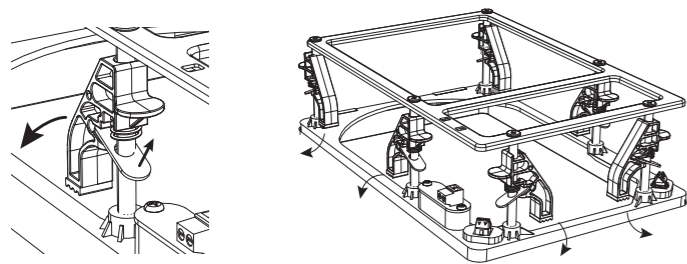
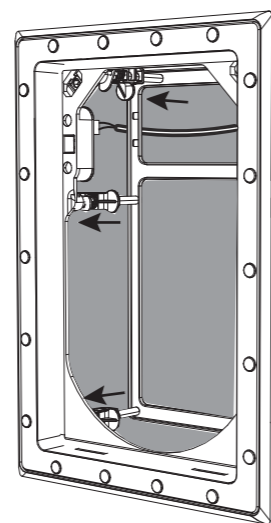

Fig. 9. Adjusting the Mounting Clamps from the Stowed Position
Fig. 11. Frame securely clamped to the Wall
2. Alcance dentro da estrutura e gire as braçadeiras de montagem para a posição "Fixação", onde podem exercer uma força de fixação na parte traseira da abertura (Fig. 9 e 10). Pressione a estrutura e aperte cada grampo, de modo que a estrutura fique presa na posição (Fig. 11).